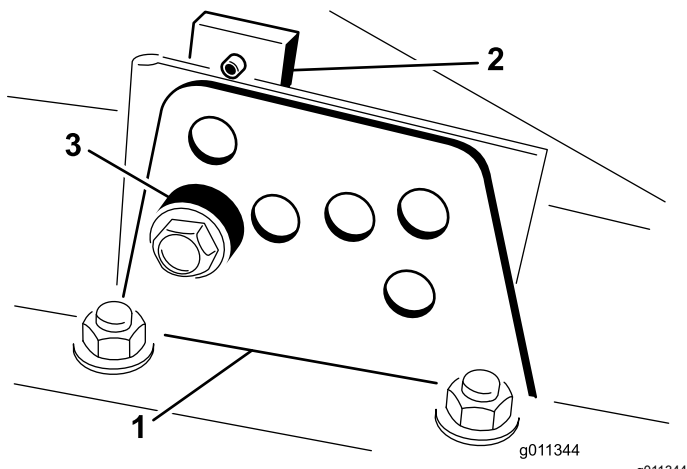

Figura 20
2. Povolte šroub upevňující jednotlivé držáky pro nastavení výšky sekání k desce nastavení výšky sekání (vpředu a na obou stranách) (viz Figura 20).
4. Podepřete komoru a odstraňte rozpěrku (Figura 20).